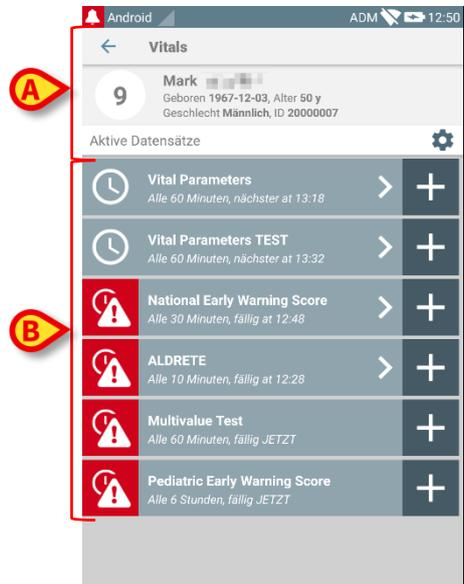

Abb. 60
- Berühren Sie ein Viereck, um die Liste der für den entsprechenden Patient aktivierten Datensätze aufzurufen (Abb. 60).
Die Bildschirmseite der Datensatzliste besteht aus zwei Bereichen: einem Kopfbereich (Abb. 60 **A**) und der Liste der Datensätze (Abb. 60 **B**).